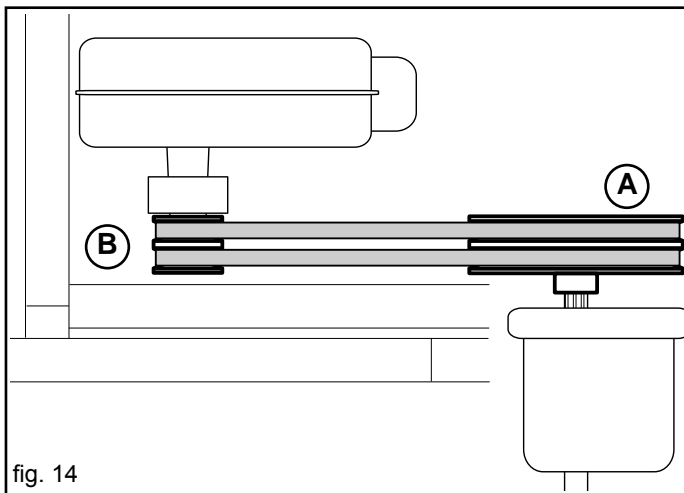

fig. 14
1) Las correas se introducen entre la polea montada en la toma de fuerza trasera de la grada (A) y aquella con el acoplamiento centrífugo del soplador (B) (Fig. 14).